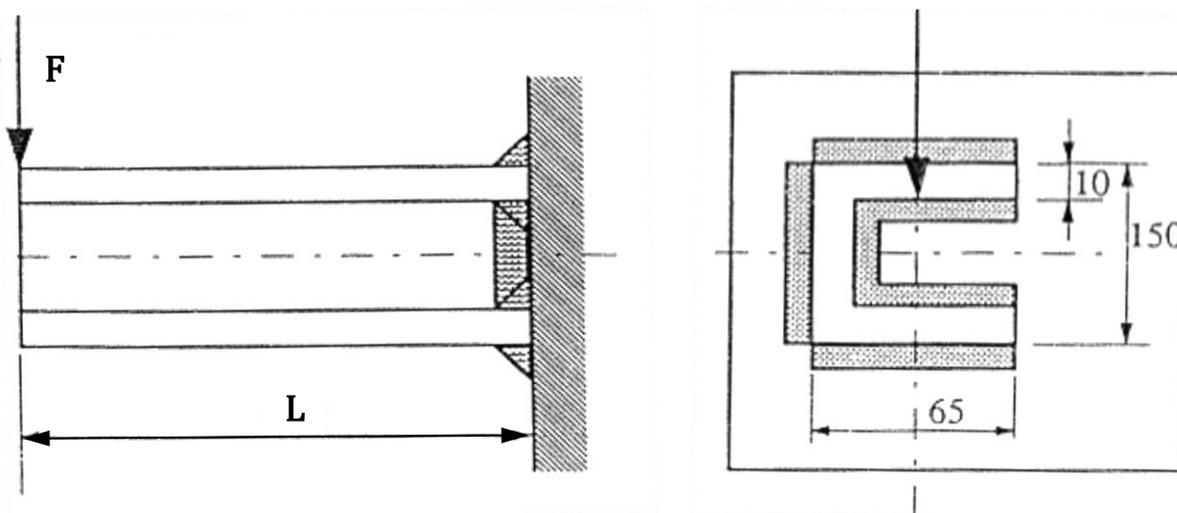

Figura 1.3
**1.2.2** Utilizando o Eurocódigo 3 (NP EN 1993-1-8:2010), determine a espessura do cordão de soldadura necessário para ligar um perfil em U à parede vertical, ver Figura 1.3. O material do perfil é um aço DIN St-37, a força  $F=25$  kN e  $L= 250$  mm. Considere um coeficiente de segurança de 1,5.